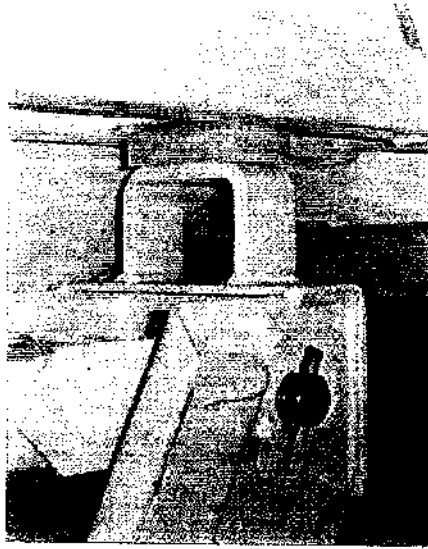
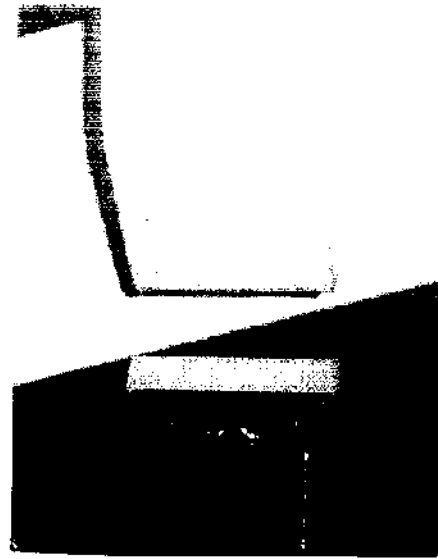

FIG. 1
FIG. 2
Если работа гидроцилиндров не синхронная, балки пантографа в сложенном виде будут расположены не строго горизонтально, а с некоторым наклоном. Возможно два случая: балки имеют наклон в сторону кабины автомобиля (рис.2), балки имеют наклон в противоположную сторону (рис.1). В зависимости от расположения балок, регулировка проводится двумя, нижеописанными способами:
- наклон балок пантографа в сторону кабины (Рис. 2)
- наклон балок пантографа в сторону противоположную кабине (Рис. 1)